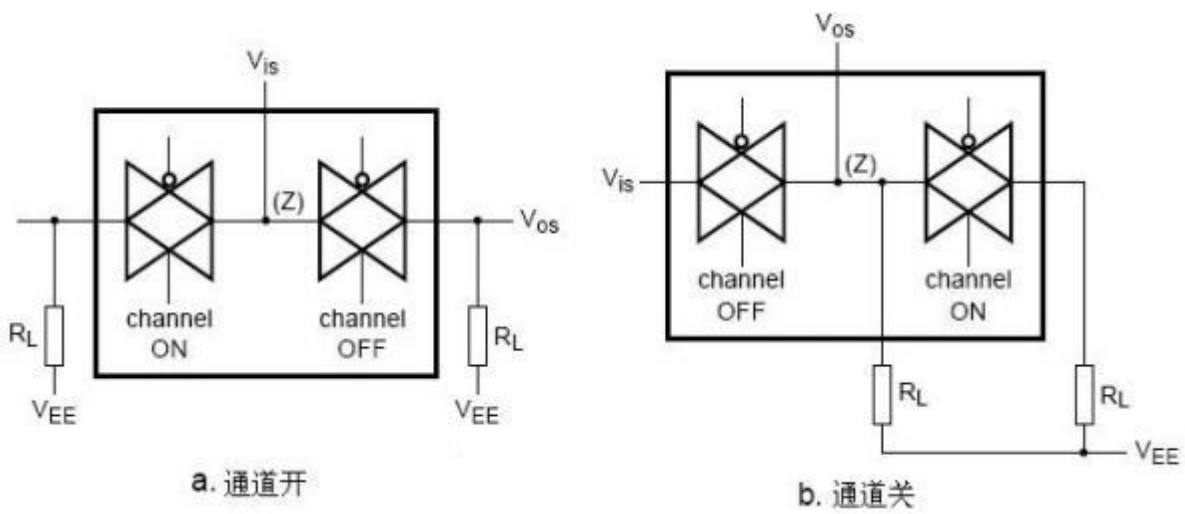

图 9、通道间串扰测试图
- 1、  $R_L = 1\text{ k}\Omega$ ;  $20\log V_{os}/V_{is} = -50\text{ dB}$ , 见图9